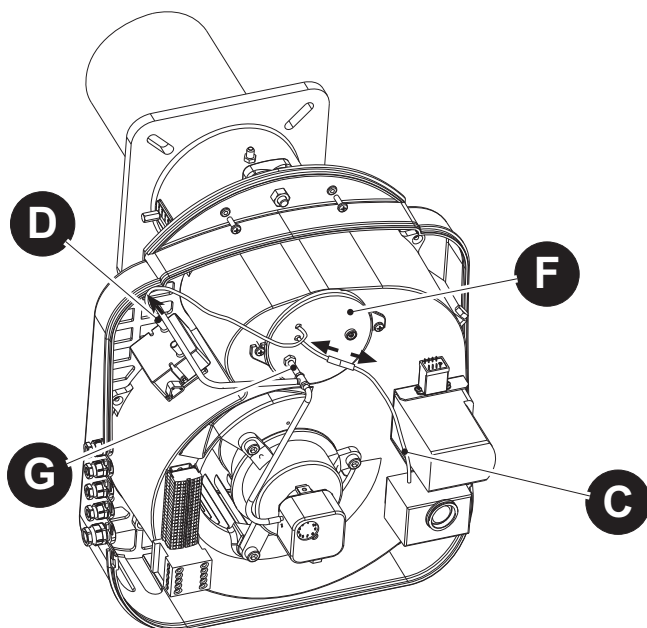
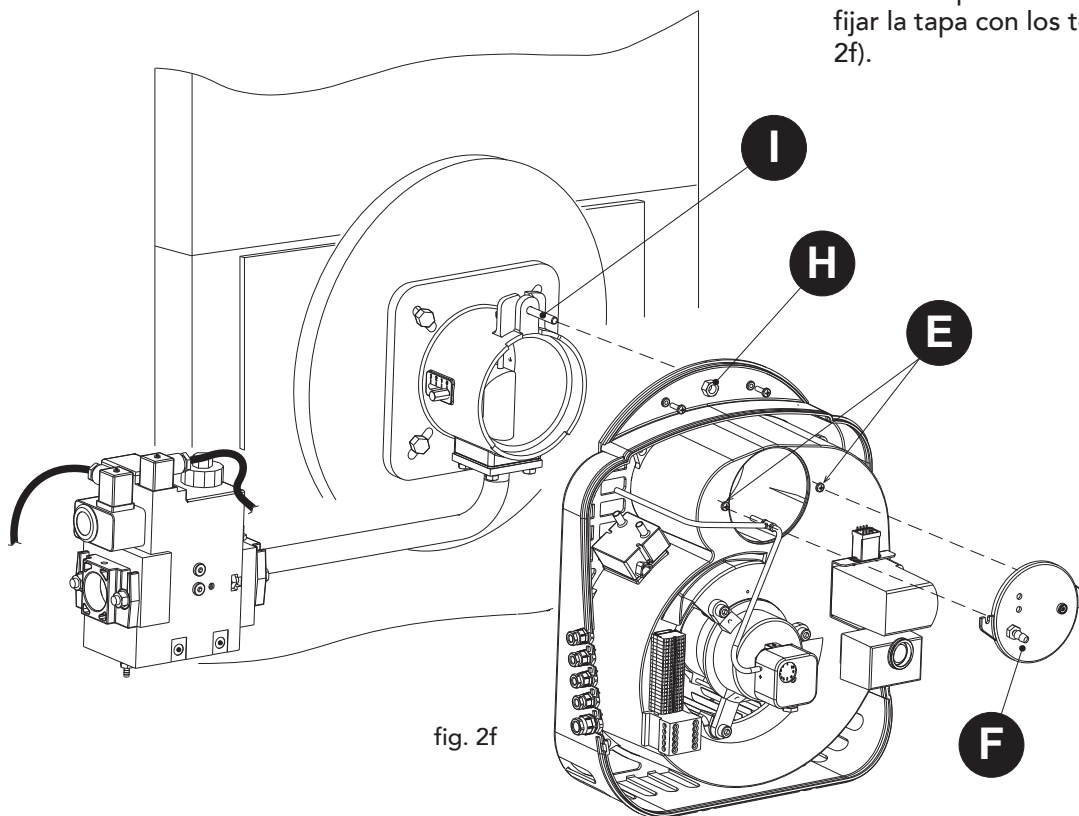

fig. 2c
fig. 2f
- 2) Desconectar las conexiones "D" y "C" en los puntos indicados y los correspondientes pasacables de la tapa "F". Desconectar el tubo "G" de la tapa "F" (fig. 2c).
5) Introducir el cuerpo del quemador en el perno "I" y sujetarlo con la tuerca "H". Introducir la tapa "F", conectar las conexiones "D" y "C" (fig. 2c) con los correspondientes pasacables, y fijar la tapa con los tornillos "E" (fig. 2f).
- Desconectar las conexiones eléctricas en los puntos indicados en la fig. 2c de la pág. 5.
- Conectar los cables y el tubo "G" de la manera ilustrada en la fig. 2c de la pág. 5.